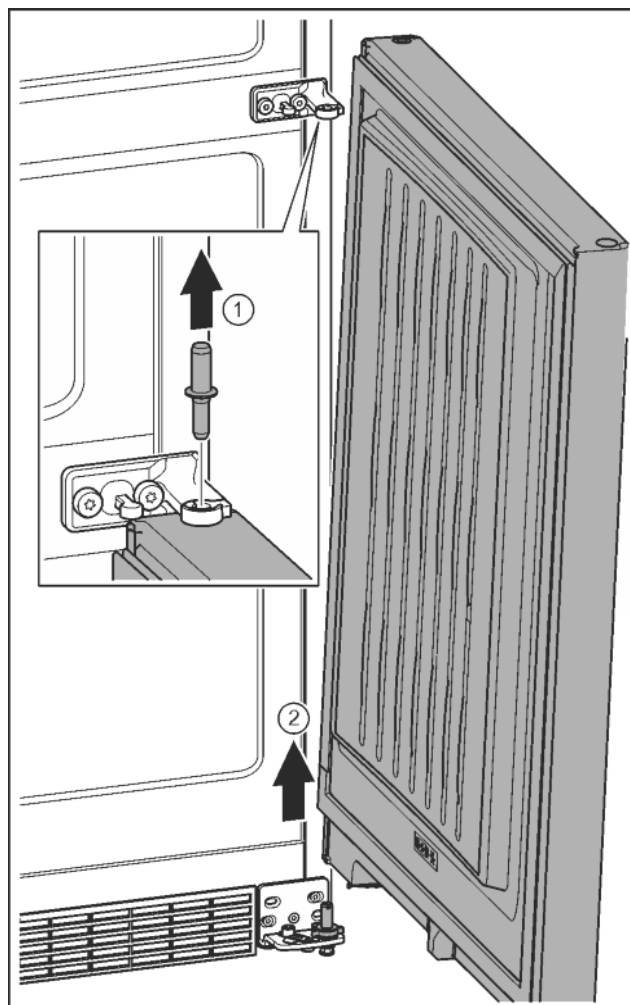

Fig. 12
- ▶ Sworznie wyjąć w górę. Fig. 12 (1)
- ▶ Drzwi wyjąć pociągając w górę, a następnie odstawić z boku. Fig. 12 (2)